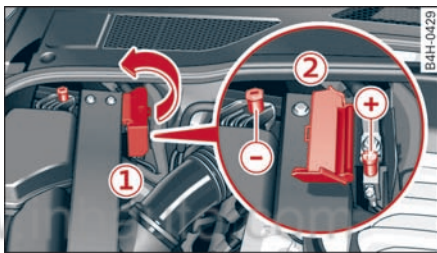

图 232 发动机舱：充电装置和辅助启动电缆的接口
- ▶ 取下封盖 ①，为此推压箭头 ⇨ 图 232。
- ▶ 掀开正极上的封盖 ②。
- ▶ 掀开正极上的封盖 ②，并装入封盖 ①。